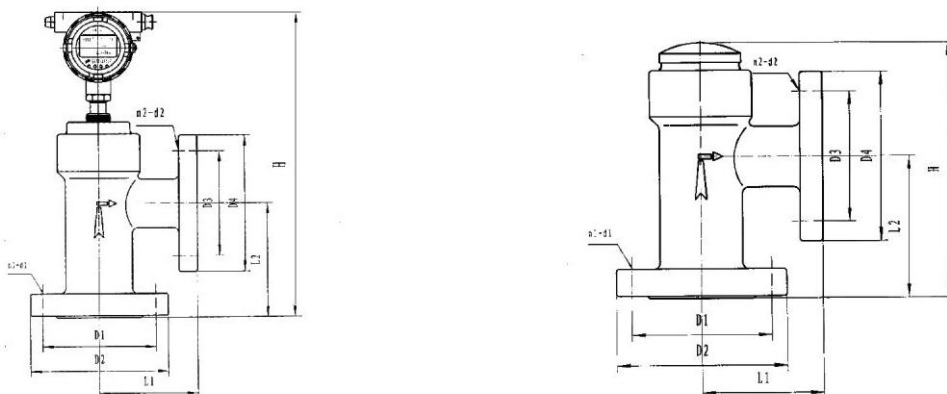

图9
1、LXRG系列角式干式高压水表型号规格与外形尺寸 (见表4和图9)